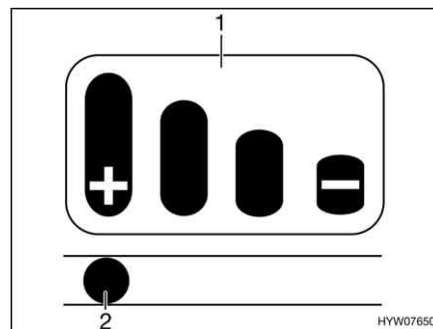

Fig. 105 Indicatore di usura
Sulla maniglia del gancio è montato un indicatore di usura (Fig. 105) con un grafico a barre (Fig. 105,1).
- Se il perno (Fig. 105,2) nel foro ovalizzato si trova sulla marcatura "+", le guarnizioni di attrito sono ancora nuove.